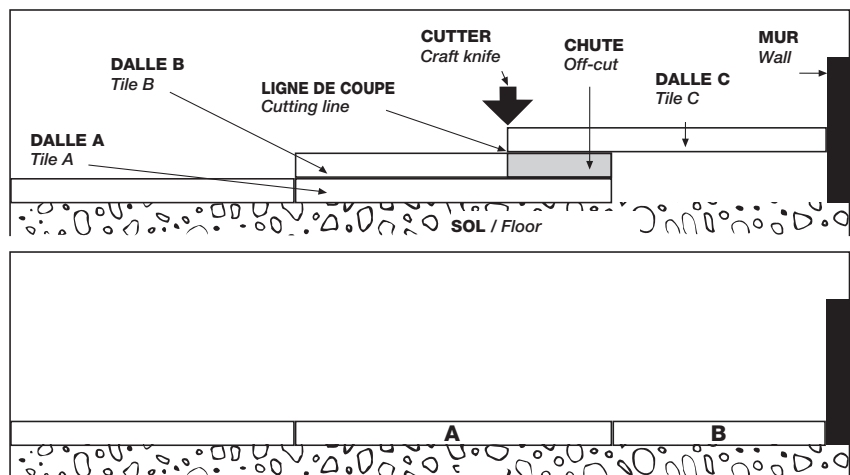

Figure 2
• La coupe des dalles (Voir Figure 2) :
• Cut the tiles (see figure 2):